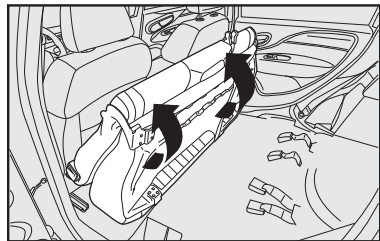

fig. 109
Em seguida, rebater o banco traseiro inteiro para a frente, conforme as setas, de maneira a obter uma única superfície de carga fig. 109.
O banco traseiro bipartido em algumas versões, **fig. 109**, permite ampliar apenas parte do porta-malas, tendo a opção de rebater o banco individual ou duplo.
1) Rebater para trás o banco traseiro completo no sentido inverso das setas **fig. 109**.